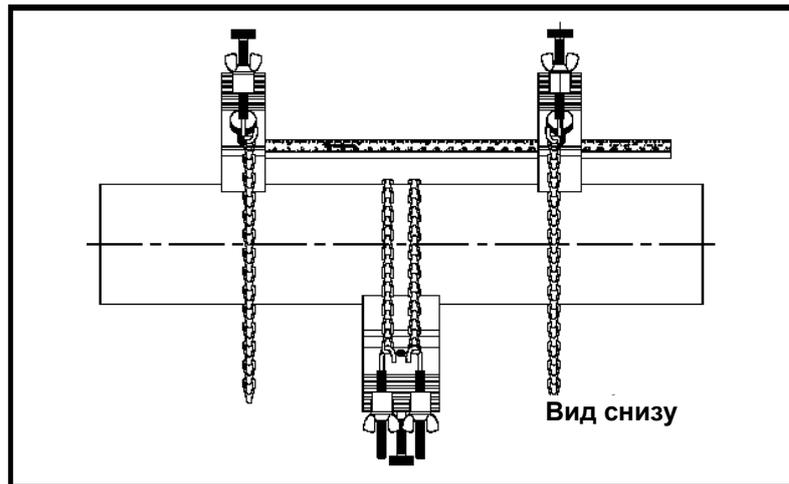

Рис. 31. Короткие блоки, расположенные напротив длинного блока
8. Расположите салазки зажимного приспособления так, чтобы правый блок находился над другой отметкой, нанесенной с помощью кернера на противоположной стороне трубы, а зажимной болт был расположен непосредственно над центром такой отметки. Проверьте, чтобы блок не лежал поверх цепей длинного блока. Пример взаимного расположения блоков показан на верхнем рис. 31 внизу. Левый блок может располагаться на любой стороне цепей длинного блока.